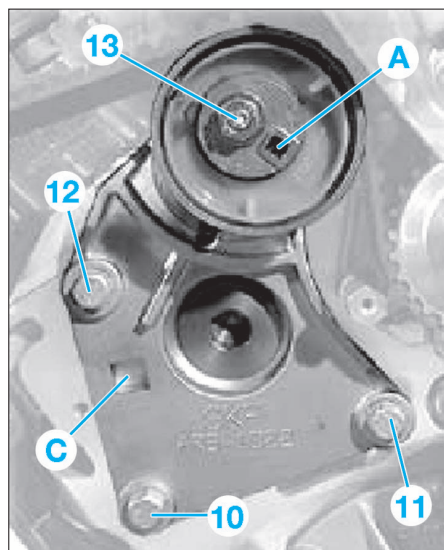

FIG. 36
- Reposer le galet enrouleur (14) et engager la courroie dessus.
- le galet (17).
- la pompe à eau (18).
- le galet (19).
- À l'aide de l'outil [10], en (C) (Fig.36) faire pivoter la platine afin d'engager la vis (10).
- Desserrer de 1/4 de tour l'écrou (13) (Fig.36).